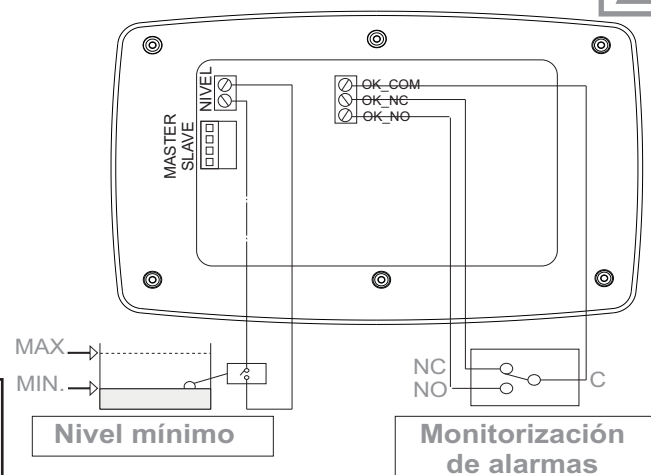

fig. 5
- Conectar el control de nivel mínimo (opcional): el SPEEDMATIC dispone de una entrada que desactiva la bomba en cuanto recibe señal proveniente de un detector externo de nivel mínimo. Para su conexión ver fig. 5.
- Monitorización de alarma: el SPEEDMATIC dispone de un contacto conmutado de libre potencial y de intensidad máxima 1 A para transmitir señal (óptica, acústica, etc) cuando detecta algún fallo que previamente ha sido señalado en la pantalla multifunción. Para su conexión ver fig.5.